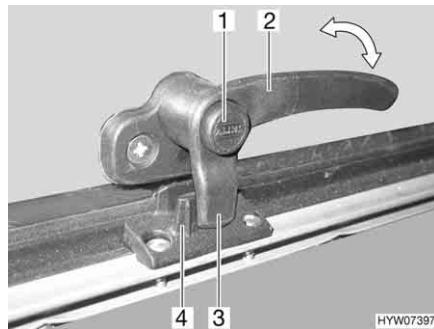
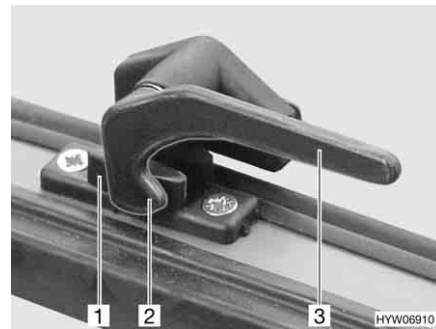

Fig. 68 Levier de verrouillage avec bouton de sécurité en position "Fermé"
Fig. 69 Levier de verrouillage en position "Fermé"
- S'il existe, appuyer sur le bouton de sécurité (Fig. 68,1) et le maintenir enfoncé.
- Tourner le levier de verrouillage (Fig. 68,2 ou Fig. 69,3) d'un quart de tour vers le centre de la fenêtre.
- Tourner le levier de verrouillage (Fig. 68,2 ou Fig. 69,3) d'un quart de tour vers le cadre de la fenêtre. Le tenon de verrouillage (Fig. 68,3 ou Fig. 69,2) du levier de verrouillage repose complètement sur le côté intérieur du verrouillage de fenêtre (Fig. 68,4 ou Fig. 69,1).
- En position "Fermé" (Fig. 68 et Fig. 69)